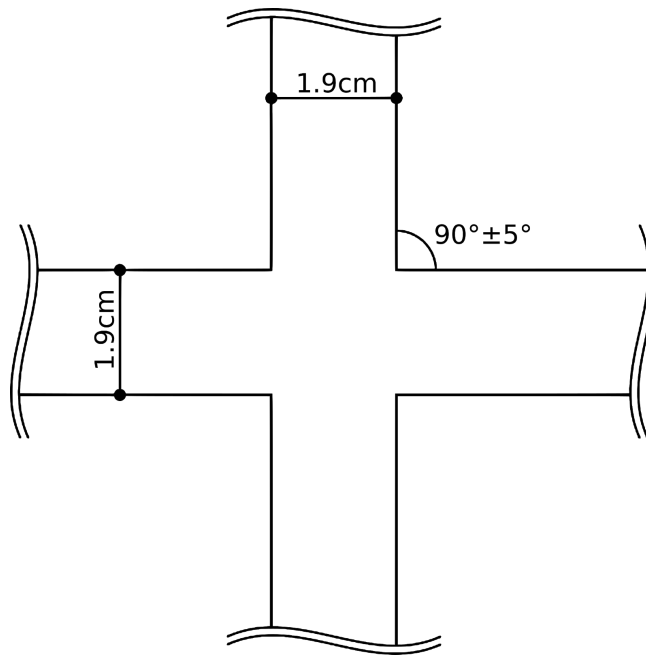

Figura 3: Intersección
4.5. Cuando las líneas se cruzan, el ángulo de la intersección es de $90^{\circ} \pm 5^{\circ}$ (Ver Figura 3). Antes y después de la intersección hay 25 [cm] de línea recta.